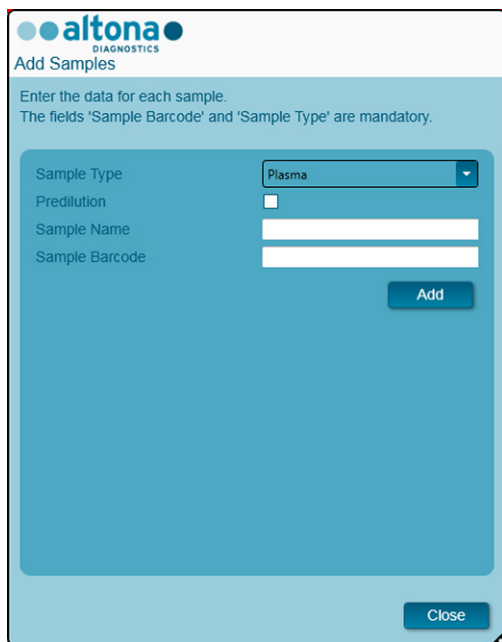

Figure 6: Boîte de dialogue Add Samples (Ajouter les échantillons)
2. Cliquez sur le bouton **Add Samples** (Ajouter les échantillons) pour ajouter manuellement des échantillons au tableau des échantillons. La boîte de dialogue Add Samples (Ajouter les échantillons) s'affiche (voir la figure 6).